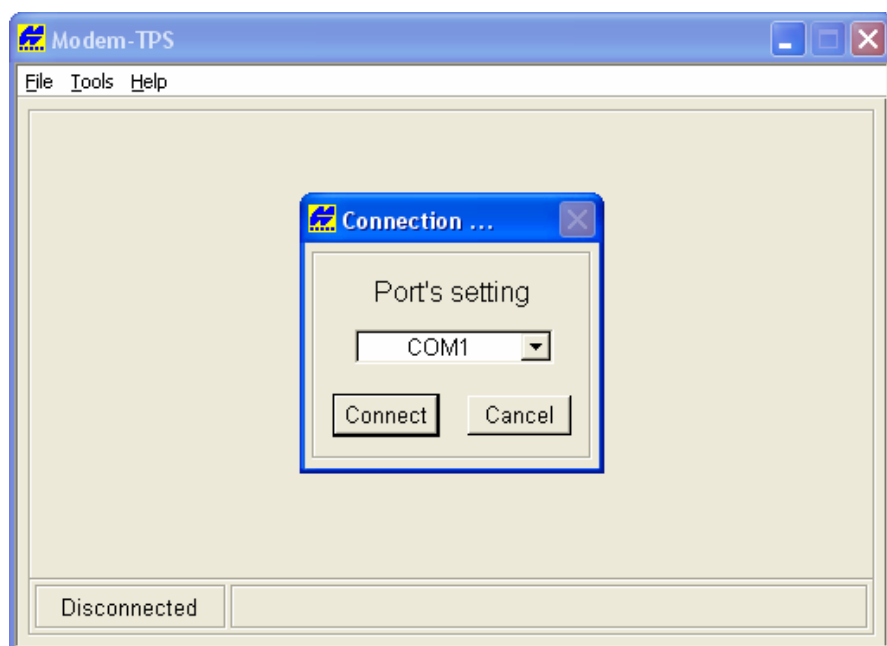

Рисунок 2-27. Подключение Modem-TPS
3. Запустите программу Modem-TPS и выберите последовательный (COM) порт подключения приемника (см. рис. 2-27 на стр. 2-38).